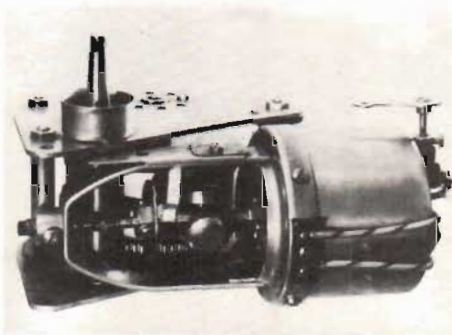

Fig 1. Mekaniskt varvtalsreglerad gramfonomotor från 1927 tillverkad av Dual. Märk den eleganta skivbromsen med sin lilla bromskloss!
■ Fastän de första fonograferna var direkt vevdrivna insågs snart nog behovet av att skapa en jämn, väldefinierad hastighet vid musikreproduktion. Decennier igenom drevs gramfononer av fjädermotorer med en pedagogisk och fungerande centrifugalregulator. Fig 1 visar centrifugalregulatorn anbragt på en mycket tidig elektrisk gramfonomotor från Dual. När den horisontella motoraxeln roterar slungas de fyra runda vikterna ut och drar då den runda bromsskivan axiellt bakåt mot en bromskloss så att ett någorlunda konstant varvtal blir resultatet.